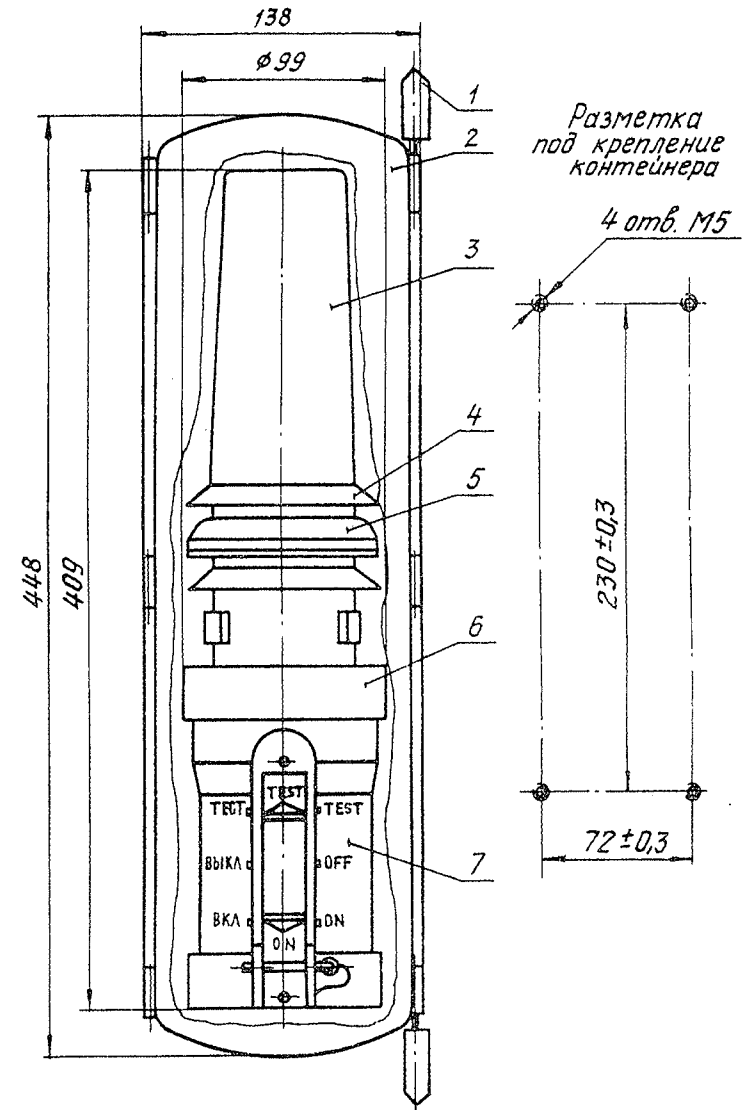
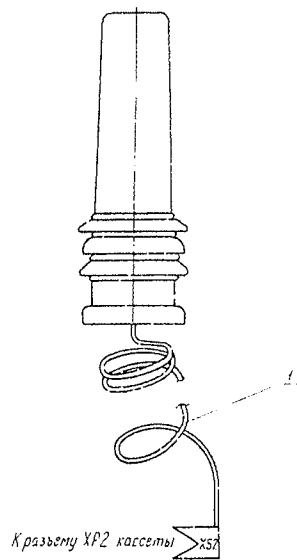
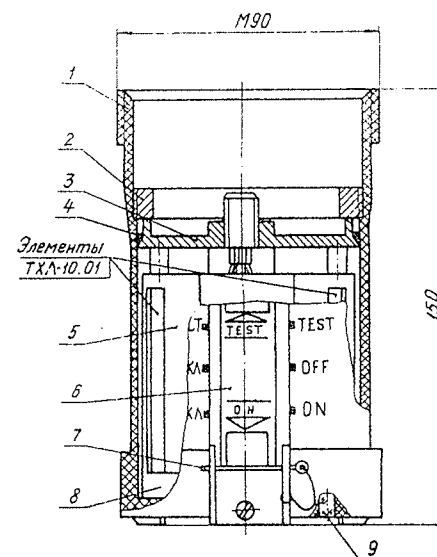

Рис. 2
Рис. 3
Рис. 4
Габаритные и установочные размеры - см. рис. 2
<p>Е Н О В А Н И Е: Замена источника питания</p> <p>Содержание операции и технические требования (ТТ)</p> <p>смотрите изделие по технологической карте №1. М А Н И Е! ЗАМЕНУ ИСТОЧНИКА ПИТАНИЯ ПРОИЗВО- НА ВЫКЛЮЧЕННОМ ИЗДЕЛИИ, КОГДА ДВИЖОК ВЫКЛЮ- Я НАХОДИТСЯ В ПОЛОЖЕНИИ ВЫКЛ. зерните соединительную гайку 6 (см. рис. 2) и отсоедините у питания. Вращая за скобу влево, отверните резьбовое коль- см. рис. 4). влеките катушку из корпуса, потянув за скобу. Отсоедините 7 8 (см. рис. 4) катушки и извлеките элементы питания. смотрите состояние контактных пружин и других элементов ы. Протрите их салфеткой, смоченной в спирте. М А Н И Е! ПРИ РАБОТЕ С ЭЛЕМЕНТАМИ НЕ ДОПУСКАЕТСЯ: РОТКОЕ ЗАМЫКАНИЕ ЭЛЕКТРОДОВ, ДАЖЕ КРАТКО- РЕМЕННОЕ. СТАНОВКА ЭЛЕМЕНТОВ НЕ В СООТВЕТСТВИИ С ОБОЗ- АЧЕННОЙ ПОЛЯРНОСТЬЮ. ЕХАНИЧЕСКИЕ ВОЗДЕЙСТВИЯ.</p>	<p>0,5 чел. -ч</p> <p>Работы, выполняемые при отклонениях от ТТ</p> <ol style="list-style-type: none"> 1. Неработоспособные элементы заменить кондиционными. 2. Проверить качест- во сборки катушки, зачистить и промыть контакты. 3. Направить изделие на завод-изготовитель для ремонта.
2. 4. 6. Конструктивно (см. рис. 2) изделие состоит из блока излучателя 3 и кассеты 7, соединённых гайкой 6. Корпуса из ударопрочной пластмассы оранжевого цвета обеспечивают герметичность блоков и всего изделия.
2. 4. 8. Из дна блока излучателя выходит кабель 1 (рис. 3) для подачи напряжения питания и снятия напряжения телеметрии ВАР и RADAR. Длина кабеля 1,5 м. Это позволяет, отвернув гайку 6 (см. рис. 2), разносить блок излучателя и кассету и облегчает размещение изделия на спасательном средстве.
3.3.7. Для облегчения установки изделия его можно расчленить на два герметичных блока, отвернув гайку 6 (см. рис. 2). При этом на высоту до 1,5 м можно поднять только блок излучателя, который держать в руках легче, чем РСО целиком.
2.4.9. Кассета питания (рис. 4) состоит из цилиндрического корпуса 1 и вложенной в него кассеты 5. Сверху кассета закрыта герметичным дном 3 с разъемом для подачи напряжения питания на блок излучателя. Уплотнение дна обеспечено резиновой прокладкой 4 и резьбовым кольцом 2. Для удобства пользования дно и резьбовое кольцо снабжены проволочными скобами. На кассете смонтированы индикаторы встроенной системы контроля, свечение которых видно через стёкла 9 на торце корпуса, и герконовые контакторы, обеспечивающие включение изделия.
Четырьмя винтами или шурупами закрепите контейнер в рубке судна или на спасательном средстве в удобном месте. Разметка под крепление указана на рис. 2. На надувных спасательных средствах РСО размещается в специально отведённом для него месте.